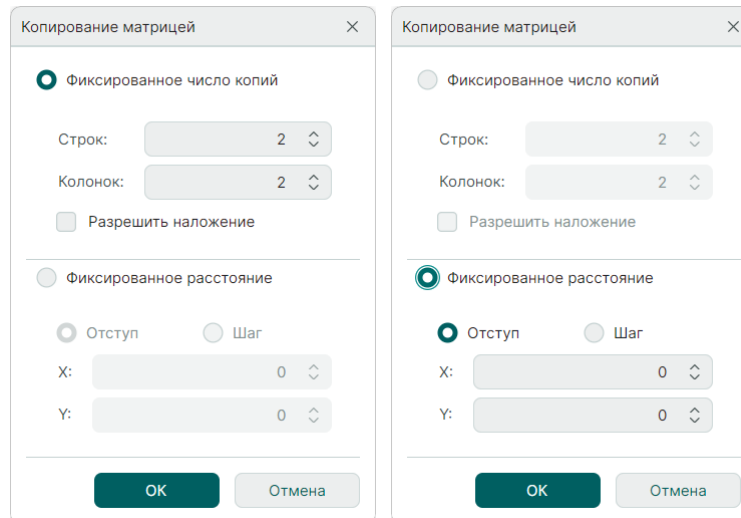

Рис. 210 Настройка параметров при копировании объектов матрицей
- Установите необходимые параметры копирования в появившемся окне «Копирование матрицей» см. Рис. 210: